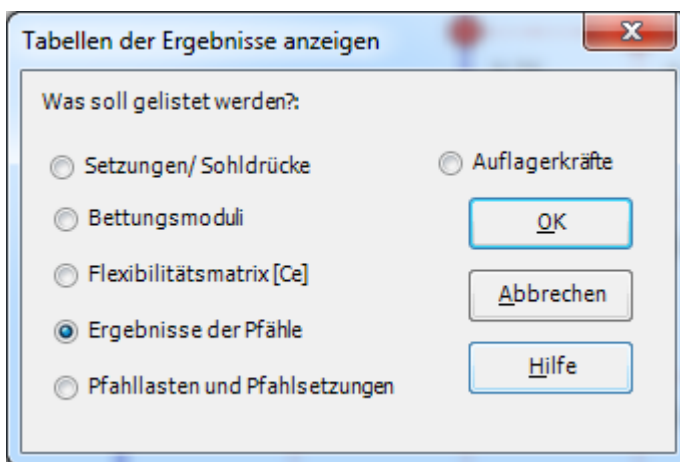

Bild 11.39 Optionsfeld "Tabellen der Ergebnisse anzeigen"
- Wählen Sie den Befehl "Tabellen der Ergebnisse anzeigen" aus dem Menü "Liste" auf der Registerkarte "Ergebnisse". Das folgende Optionsfeld im Bild 11.39 erscheint